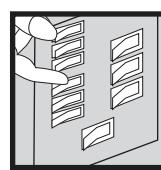

Fig. 2
- Fig. 2 Mettez hors tension l'interrupteur principal, pour ainsi couper le courant dans toute la maison, OU dévissez le fusible qui alimente l'endroit où la lampe sera installée.